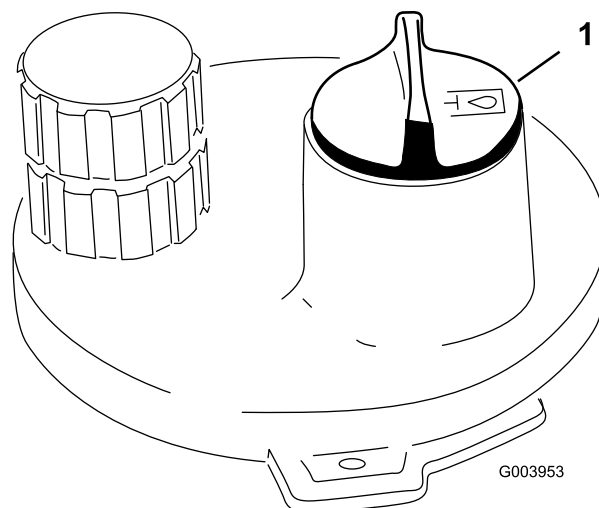

Figura 35
3. Limpie alrededor del cuello de llenado y el tapón del depósito de aceite hidráulico (Figura 35). Retire el tapón del cuello de llenado.